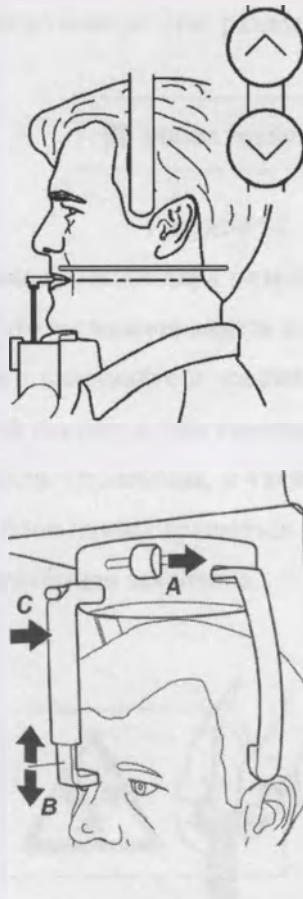

Рисунок 49
8.3.11 Нажмите кнопку **Up/Down**, чтобы настроить наклон головы пациента так, чтобы окклюзионная плоскость пациента совпадала или была параллельна горизонтальному лучу (см. рисунок 49).